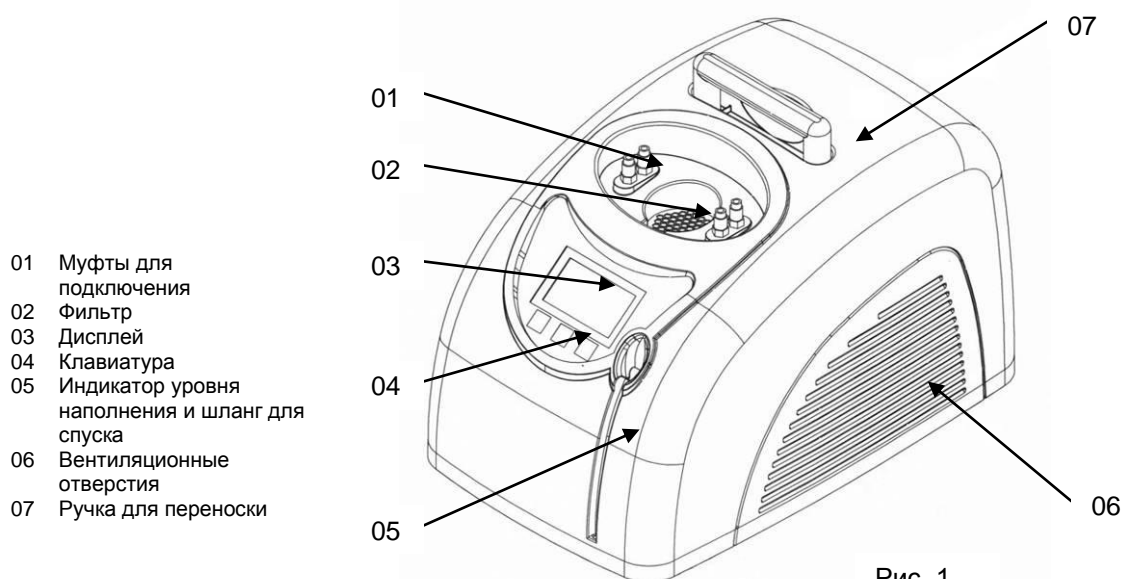

Рис. 1
- Шланг должен войти штепсельными ниппелями в соединительные муфты (рис.1).